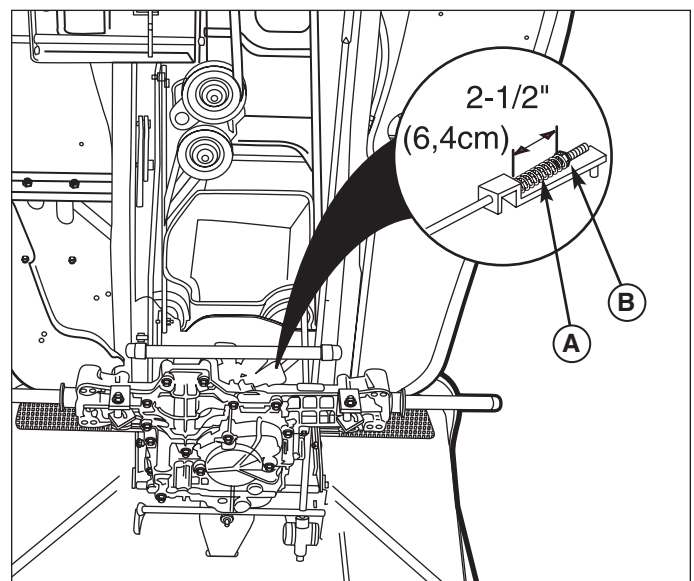

Abb. 31. Bremsfedereinstellung
3. Anbringungsort der Bremsfeder (A, Abb. 31) und der Einstellungsmutter (B) feststellen.
Wenn die Feder nicht diese Länge hat, die Stellmutter (B, Abb. 31) drehen, um die Feder mehr oder weniger zusammenzudrücken.